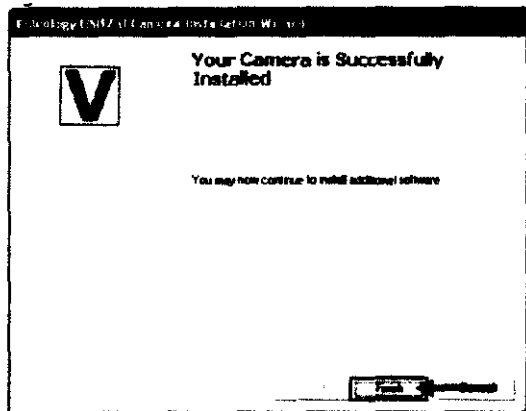

Figura 9
6. Si la instalación de la cámara se ha realizado con éxito, debería ver la captura de pantalla que se muestra en la **Figura 9**. Haga clic en el botón "Finish" para continuar.